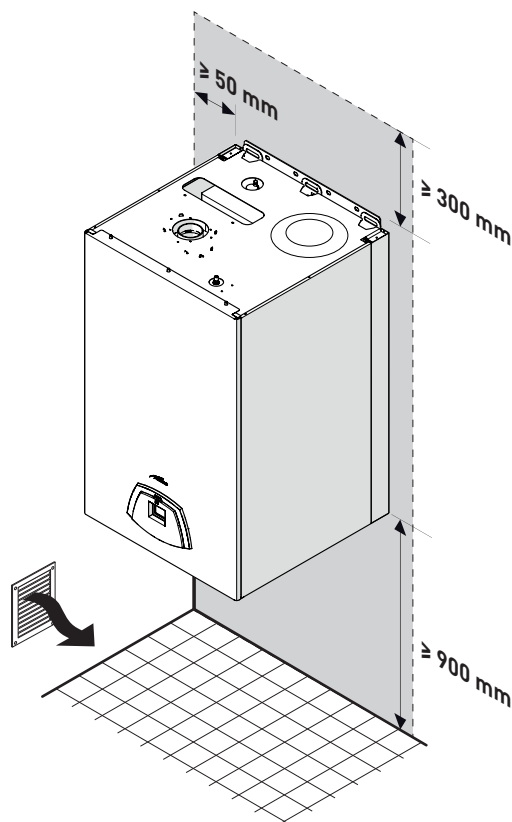

Fig. 23
- Tenere in considerazione gli spazi necessari per l'accessibilità ai dispositivi di sicurezza/regolazione e per l'effettuazione delle operazioni di manutenzione (vedere Fig. 23).